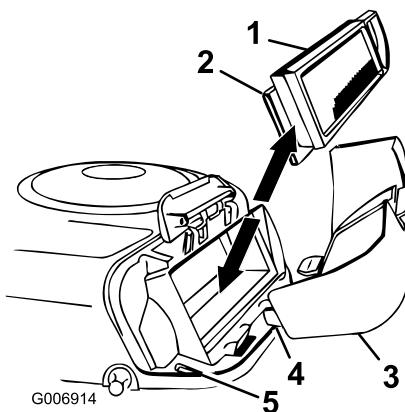

Figura 23
- Deslice cuidadosamente el filtro de papel y el filtro de gomaespuma para retirarlos de la carcasa del soplador (Figura 23).
2. Alinee las pestanas de la tapa del limpiador de aire con las ranuras de la carcasa del soplador (Figura 23).